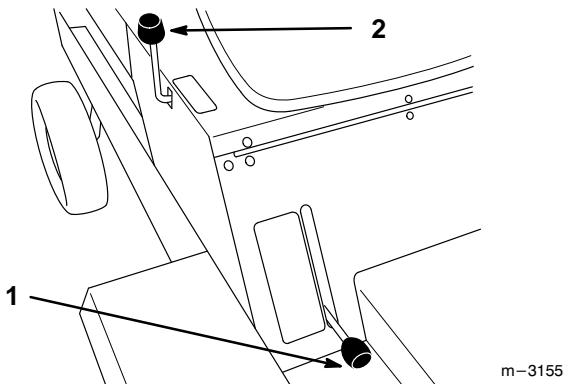

Abbildung 6
Der Gerätehubhebel (Abb. 6) wird zum Heben und Absenken verschiedener Zusatzvorrichtungen verwendet.
2. Den Gerätehubhebel (Abb. 6) nach hinten ziehen, um die Zusatzvorrichtung auf die gewünschte Höhe anzuheben.
2. Den Gerätehubhebel (Abb. 6) nach vorne schieben, um die Zusatzvorrichtung abzusenken.